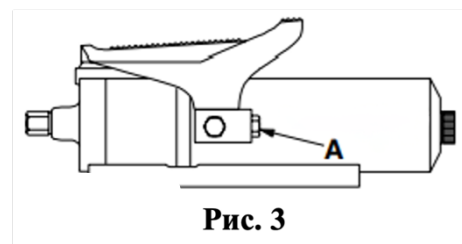

Рис. 3
1. См. Рис. 3. Снимите трубную заглушку с внутреннего поворотного гидравлического соединителя (А) с резьбой 3/8" NPT и установите наружный конец гидравлического фитинга с резьбой 3/8" NPT. В качестве фитинга может использоваться муфта высокого давления, шланг или адаптер для манометра.